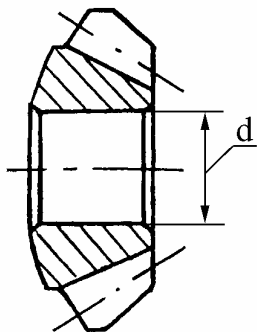

Рис.32. Сателлит.
4.14 САТЕЛЛИТ ДИФФЕРЕНЦИАЛА 2101-2403055 (рис.32).